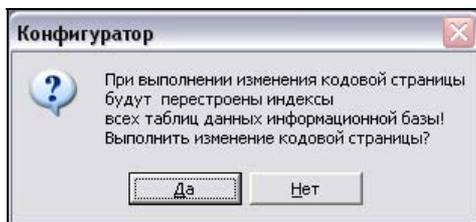

Рис. 5.35. Запрос на изменение кодовой страницы ИБ
5. В ответ на вопрос об изменении кодовой страницы (рис. 5.35) следует ответить **Да**.